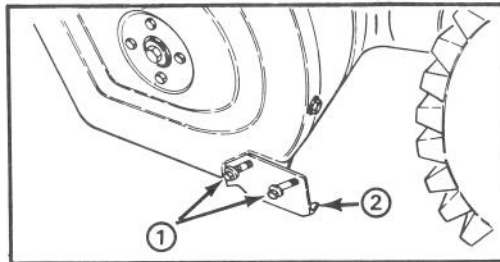

Figure 18
### RÉGLAGE DES PATINS (fig. 18)
2. Desserrez les 4 boulons à brides fixant les deux patins aux plaques latérales (fig. 18).